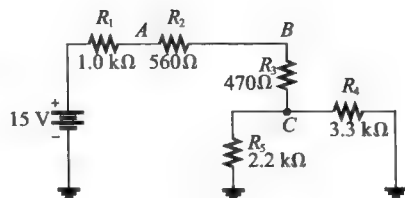

图 6-87
38. 在图 6-87 中, 对应下列每种故障, 确定每个电阻两端预期测量得到的电压, 假设每个故障互相独立。